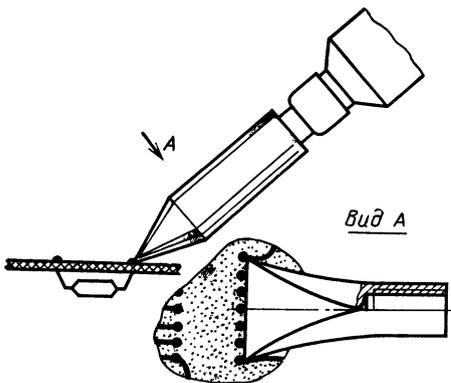

Рис. 120. Насадка для демонтажа микросхем
**Насадка для паяльника.** Чтобы удобнее было демонтировать микросхемы, можно надевать на жало паяльника насадку, изготовленную из медного овержня. Стержень с одного конца расплющивают молотком и напильником придают форму, показанную на рис. 120. Ширина жала насадки должна быть такой, чтобы можно было разогреть одновременно все пайки микросхемы в одном ряду. Микросхему демонтируют с помощью насадки в два приема. При этом удобно пользоваться тонкой плоской стальной пластиной, вводя ее под корпус микросхемы и поворачивая вокруг продольной оси, чтобы выводы микросхемы вышли из отверстий в печатной плате.